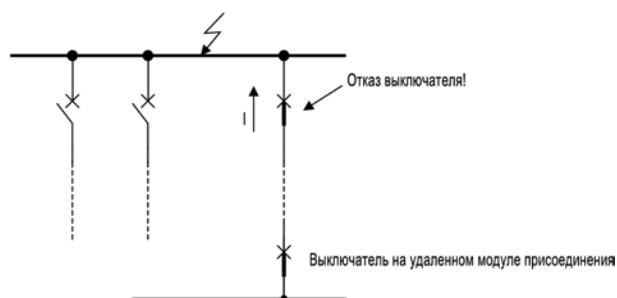

рис. 5-25 Отказ выключателя при КЗ на шинах
Продолжение для (3) и (4) см. рис. 5-25, стр. 139
Отказ выключателя может произойти и при КЗ на шинах. В этом случае для предотвращения подпитки места КЗ необходимо отключить выключатель с противоположного конца присоединения (рис. 5-25, стр. 139).